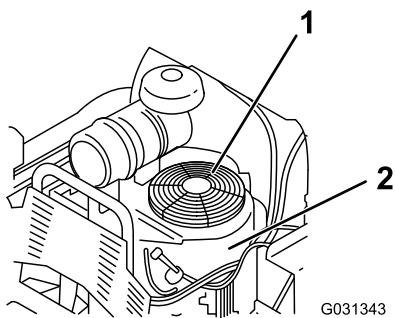

Figure 62
3. Enlevez la grille d'entrée d'air et le carter du ventilateur (Figure 62).
5. Reposez la grille d'entrée d'air et le carter du ventilateur (Figure 62).